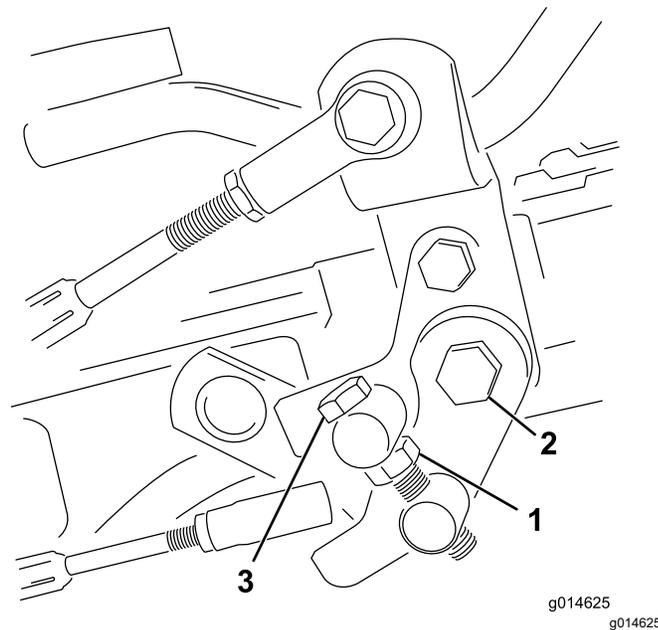

図 41
1. トラニオンボルトのジャムナットをゆるめる図 41。
4. トラニオンボルトのジャムナット、およびペダルピボットのナットを締め付けて調整を固定する図 41。調整を確認し、必要に応じて再調整する。